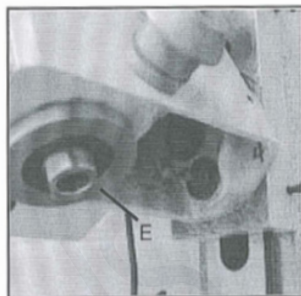
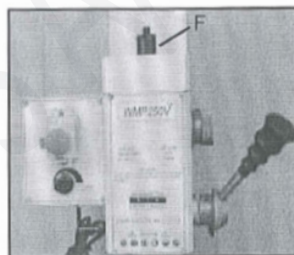

Fig. 56
Fig. 57
3. Hold den flade del af spindelen (E, Fig.56) for at holde den fra at flytte, mens man løsner trækstangen (F, Fig.57) med 25mm skruenøgle i værktøjskassen.